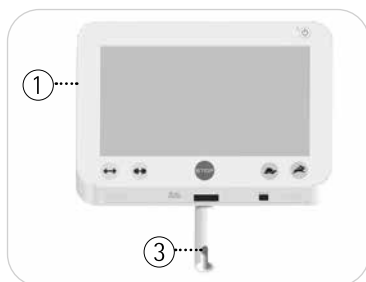

Fig. 4.3, 4.4
vedere Fig. 4.3, 4.4 Estraiete la centralina ① dall'imballo. Spingetela fino al dado esagonale M22 ⑤ sul supporto ②. Fate attenzione a condurre la cavità ③ esattamente sopra i cavi ④.